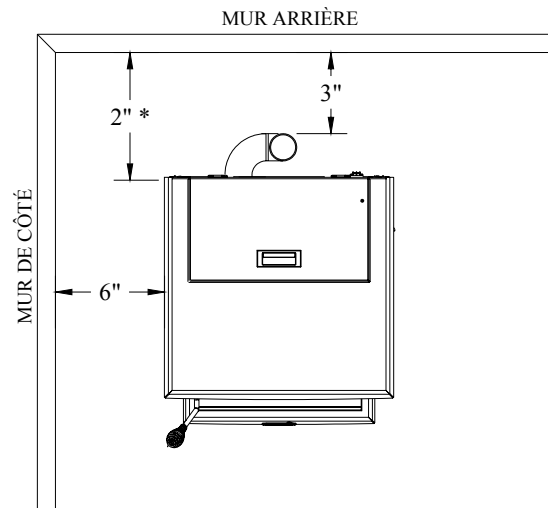

Figure 1
Le BIO-35 a été testé pour installation dans les résidences et maisons mobiles. (voir figure 1 & 2)
1. Positionnez le poêle en respectant les dégagements mentionnés aux figures 1 & 2.